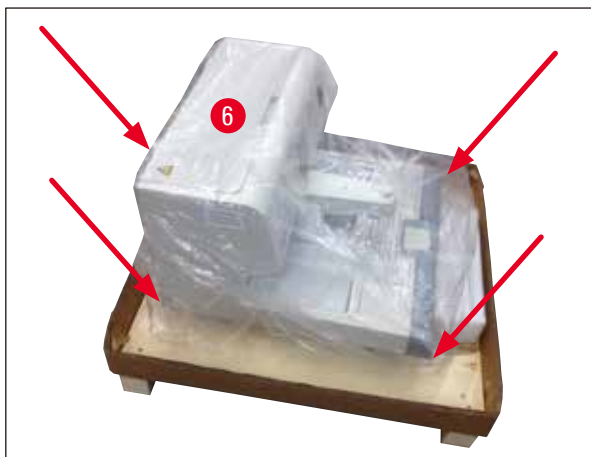

Bild 5
5. När instrumentet (→ Bild 5-6) lyfts av från lastpallen måste det ske genom att två personer lyfter i de fyra hörnen under apparaten (→ Bild 5).